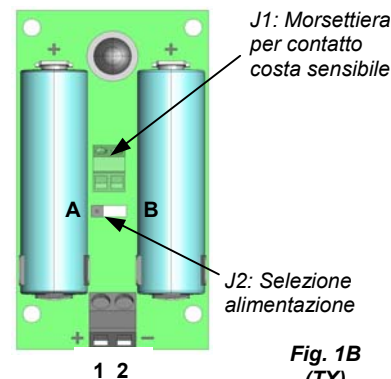

Fig. 1B (TX)
- Eseguire i collegamenti come indicato nei paragrafi precedenti, avendo cura di selezionare l'alimentazione del trasmettitore tramite l'apposito jumper (J2, Fig. 1B):
- Collegare all'apposita morsettiera (J1, Fig. 1B) il contatto di uscita della costa o della sicurezza esterna al trasmettitore. Se questa opzione non viene utilizzata, lasciare inserito il ponticello esistente.